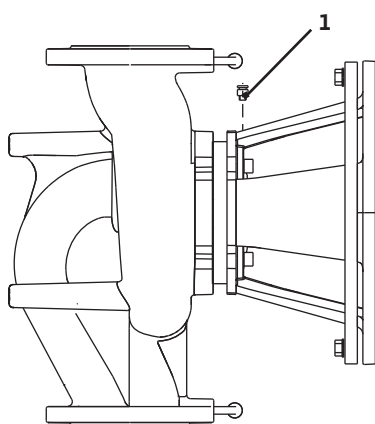

Fig. 17: Válvula de ventilação
- A válvula de ventilação (Fig. 17, Pos. 1) deve sempre apontar para cima.